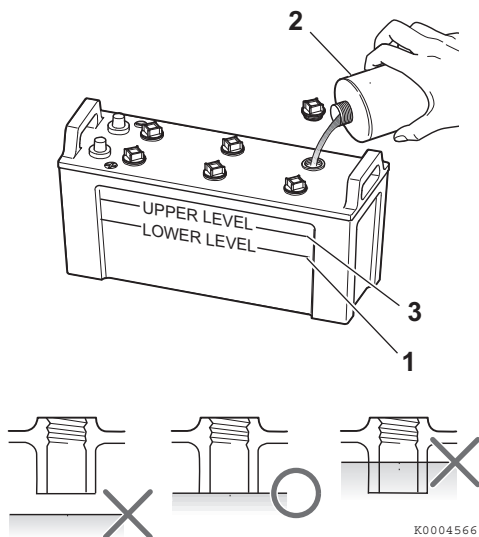

Figure 12
4. Se il livello è inferiore al minimo (**Figure 12, (1)**), rabboccare con acqua distillata (**Figure 12, (2)**) (reperibile sul mercato) fino al limite massimo (**Figure 12, (3)**) della batteria.